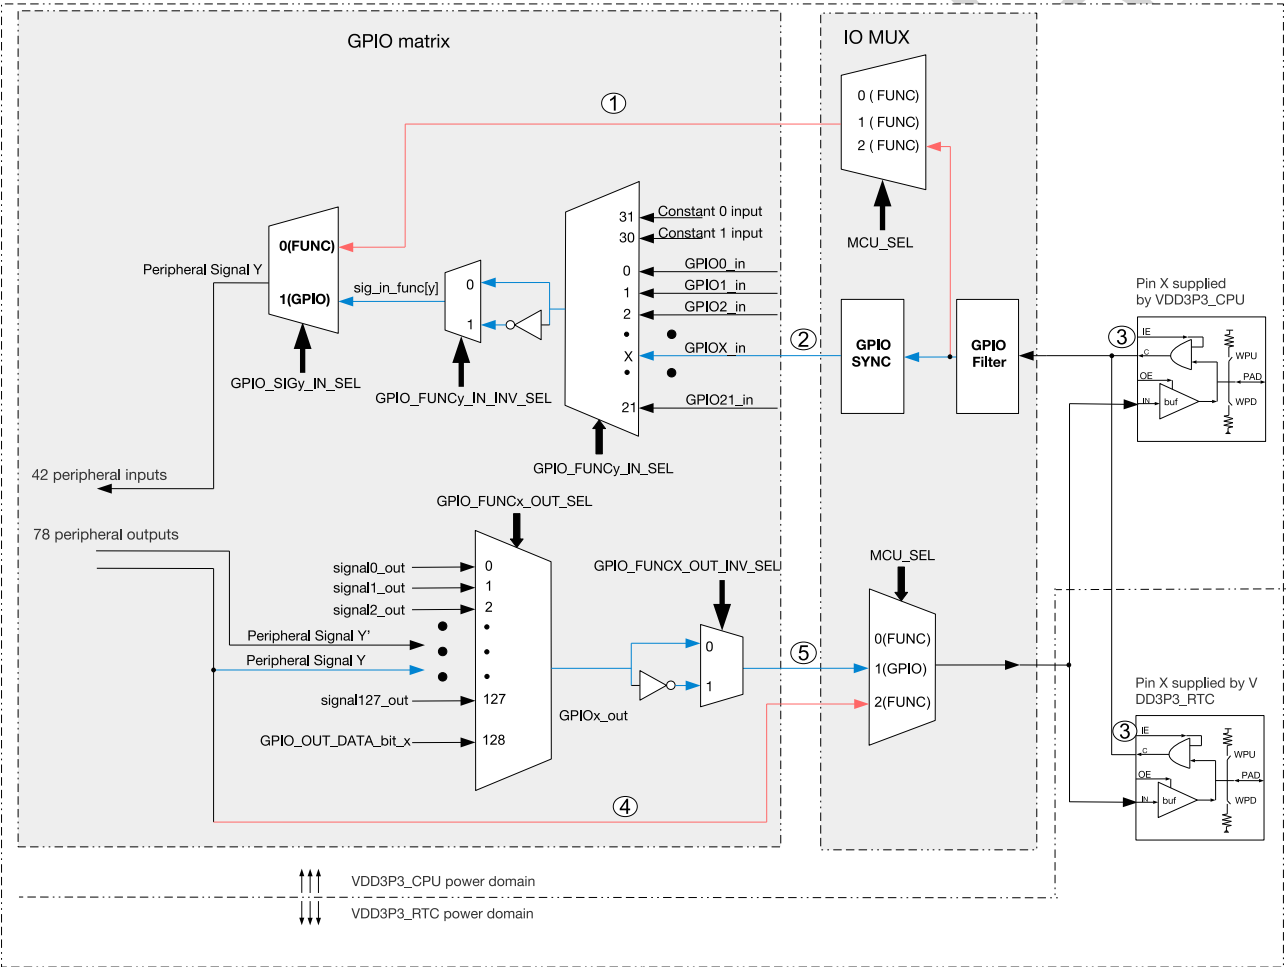

图 5-2. IO MUX 和 GPIO 交换矩阵框图（详图）
- 图 5-2 详细展示了 IO MUX 和 GPIO 交换矩阵将信号引入外设和引出至管脚的具体过程；
如图 5-2 所示，对于信号输入，外部输入信号从 GPIO 管脚输入，经 GPIO SYNC 模块同步至 APB 总线时钟后进入 GPIO 交换矩阵。外部输入信号也可以通过 IO MUX 直接进入外设，但信号无法经由 GPIO SYNC 模块同步。
如图 5-2 所示, 对于信号输出, 78 个输出信号 (即在表 5-1 中“输出信号”列的所有信号) 中的某一个信号通过 GPIO 交换矩阵到达 IO MUX, 然后连接到某个 GPIO 管脚。